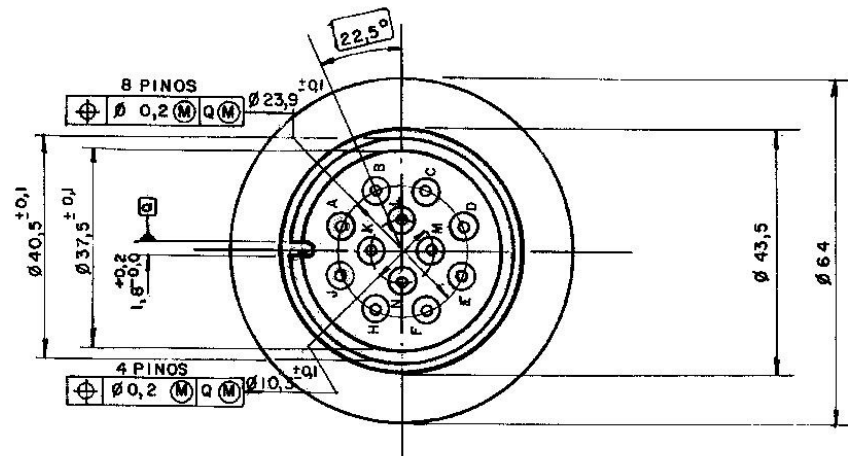

Figura 4 – Conector Macho Protegido (Plugue)
**4.2.5** O cabo de ligação interveicular singelo (fixo) deve dispor, em sua extremidade livre, de um conector macho conforme a Figura 4 do Anexo, com comprimento que não impeça ou interfira no movimento das viaturas. Neste caso, não há necessidade do conector macho citado em 4.2.2. A sua outra extremidade deve estar integrada permanentemente ao circuito elétrico da viatura.
**4.2.6** O cabo de ligação interveicular duplo deve dispor, em uma de suas extremidades, de um conector macho conforme a Figura 4 e na sua outra extremidade de um conector fêmea, conforme a Figura 5, todas constantes do Anexo.